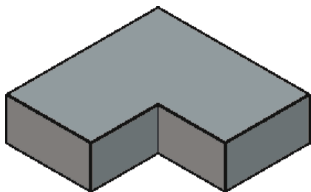

图 14-52 原始实体模型
- 1 打开“圆角边即学即练.dwg”文件, 该文件中的原始实体模型如图 14-52 所示。